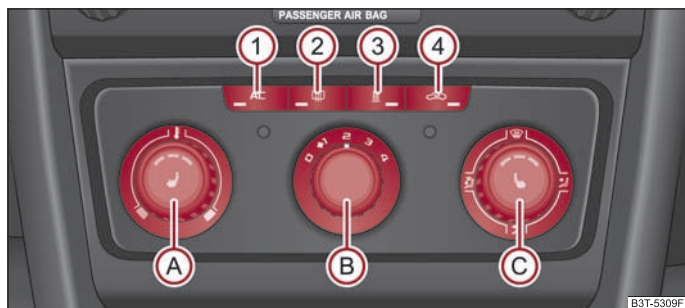

Fig. 123 Instalația de climatizare: Elementele de comandă
Instalația de răcire funcționează numai când tasta **AC** ⇒ pagina 106, fig. 123
- Rotiți regulatorul rotativ **A** ⇒ fig. 123 spre dreapta pentru a mări temperatura.
- Apăsăți tasta **AC** **1** ⇒ fig. 123. Lampa de control din tastă se va aprinde.
- Elementele de comandă A, B, C și tasta 1 și 4 ⇒ pagina 106, fig. 123.
- Apăsați tasta  ④ ⇒ pagina 106, fig. 123, lampa de control din tastă se aprinde.
Când regulatorul  se află în poziția  ⇒ pagina 106, fig. 123, recircularea aerului este oprită automat. Prin apăsarea repetată a tastei  puteți porni recircularea aerului și în această poziție.